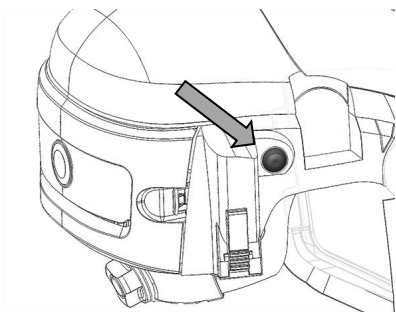
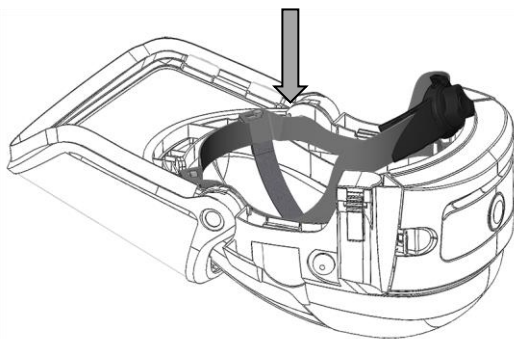

Figure 9
Figure 11
Activer le respirateur avec le bouton Marche/Arrêt comme illustré en Figure 9, en observant l'affichage LED. (Figure 11)
2. Actionner le respirateur avec le bouton Marche/Arrêt comme indiqué en Figure 9 et exécuter l'essai suivant, en observant la couleur du voyant.
7. Éteindre le respirateur avec le bouton Marche/Arrêt comme indiqué en Figure 9 pour annuler l'essai.
Avant la première utilisation, ajuster la hauteur de la coiffe en réglant la sangle de coiffe comme indiqué en Figure 11-Figure 14.
Détacher les fixations du serre-tête des 4 points d'attache sur le respirateur (Figure 11) en appuyant sur le clip de libération. Si ceci est difficile avec le doigt, utiliser un outil approprié.